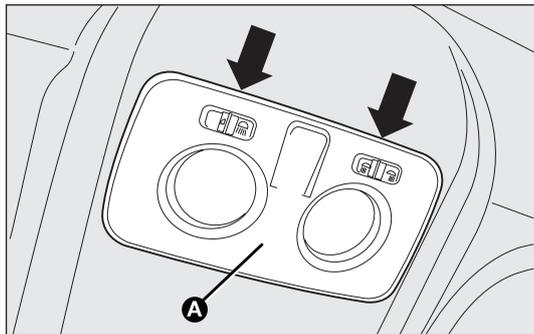
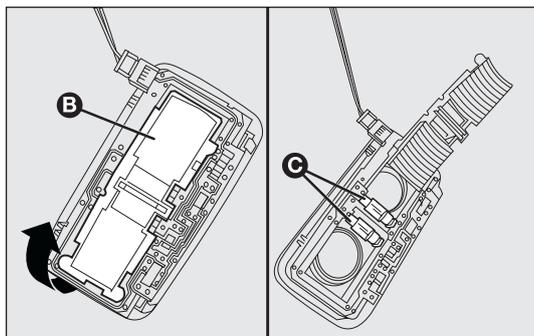

fig. 166
fig. 167
- actúe en los puntos indicados por las flechas y retire el plafón A-fig. 166;
- abra la tapa de protección B-fig. 167;
- vuelva a cerrar la tapa B-fig. 167 y fije el plafón A-fig. 166 en su alojamiento, asegurándose de que se bloquee.